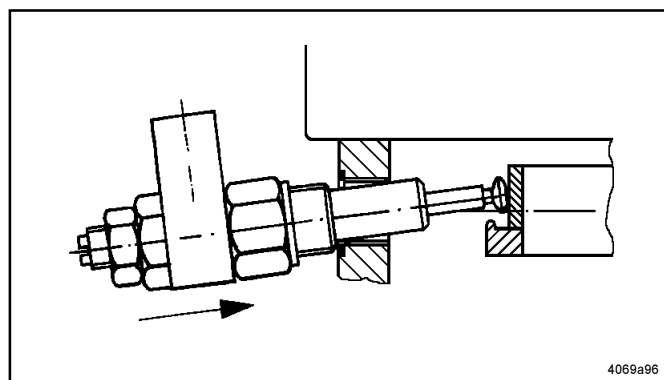

Fig. 7 - Insérer l'élément de pompage
- Insérer l'élément de pompage (Fig. 7) de façon à ce qu'il soit légèrement dirigé vers le haut afin que le piston d'alimentation ne tombe pas, car ce dernier n'est pas fixé dans le cylindre de pompe.
- * Comme pour le montage (voir Fig. 7), diriger l'élément de pompage vers le haut afin d'extraire le piston d'alimentation de la rainure de l'anneau excentrique. Retirer l'élément de pompage du corps de pompe avec le piston d'alimentation.